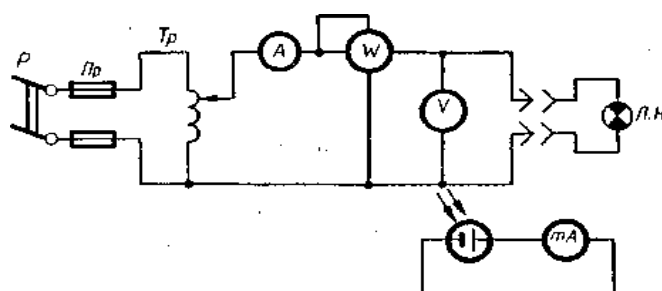

Рисунок 1 - Электрическая схема для проведения опыта с лампами накаливания
2.3 Собрать электрическую схему согласно рис. 1 и провести опыт по определению светоотдачи ламп накаливания при различных значениях напряжения питания.
- 1) собирается электрическая схема, согласно рис. 1;
2.3. Собрать электрическую схему согласно рис. 1, включить ее в работу и определить, как распределяются напряжения по отдельным элементам схемы.
Рисунок 1 - Электрическая схема для проведения опыта с люминесцентными лампами: *Tr* – трансформатор; *K* – конденсатор; *Dr* – дроссель;  $\Phi$  – фотоэлемент; *Kл* – кнопка; *L* – лампа; *Ст* – стартер